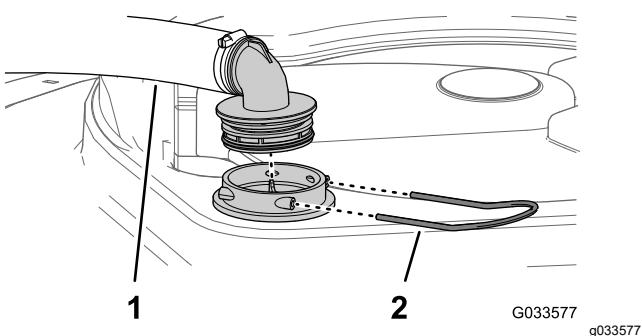

Figura 100
2. Na parte superior do depósito do pulverizador, retire a fixação que prende a união da mangueira unida à tubagem grande da estrutura do filtro (Figura 100).
3. Retire a tubagem e a união da tubagem da estrutura do filtro (Figura 100).